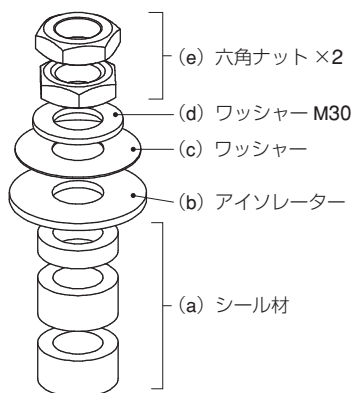

図 22：メインシャフト接続部分組み付け順序
3.5 で開けた穴にスラスターの配線とシャフトをくぐらせて、船内側から高さを調整したシール材 (a)、アイソレーター (b)、ワッシャー (c)、ワッシャー M30 (d)、六角ナット×2 (e) の順に軽く締め込んでスラスターを仮付けします。(図 22)